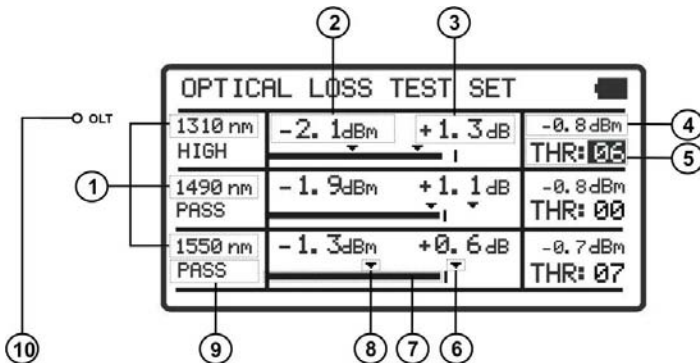

Figure 8.- Écran OPTICAL LOSS TEST SET.
- 3.- Appuyez sur **SEL**  [4] pour entrer à la fonction (voire figure 8).
- 3.- Appuyez sur **SEL**  [4] pour rentrer à l'écran (Voir figure 8.-).